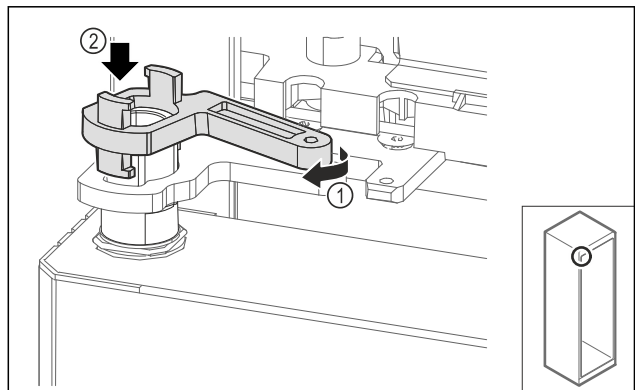

Fig. 70
- ▶ Fordítsa el kissé a csapágybak zárját Fig. 70 (1), és helyezze a hüvelyre Fig. 70 (2).